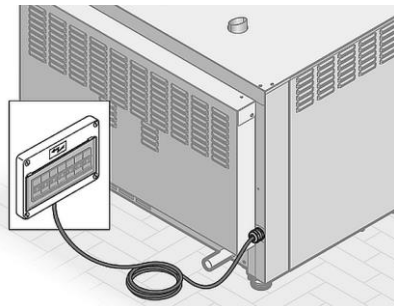

Fig. 12
- Si consiglia di eseguire il collegamento attraverso il quadro di comando con un interruttore ON/OFF a monte, integrato con il sistema conformemente alle prescrizioni vigenti nel Paese di installazione (fig. 12). In alternativa è possibile installare un'adeguata spina.